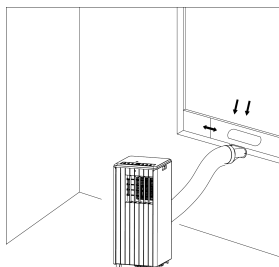
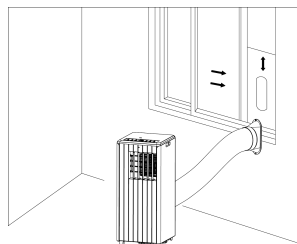

Bild 5
Bild 6
3) Förläng utblåsröret och knäpp fast utblåsrörets platta ände i hålet på förseglingsplattan för fönstertätning (se bild 5 och bild 6).OBS!